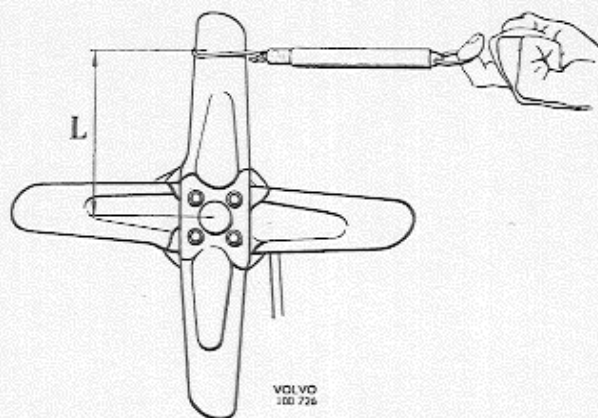

Fig. 3-10. Controle van de spanning van de riem
2. Bevestig een veerunster, zie Fig. 3-10, en trek eraan. Bij de juiste riemspanning moet de poelie beginnen te slippen bij een trekkraft van 8—11 kg (17—24 lb.).